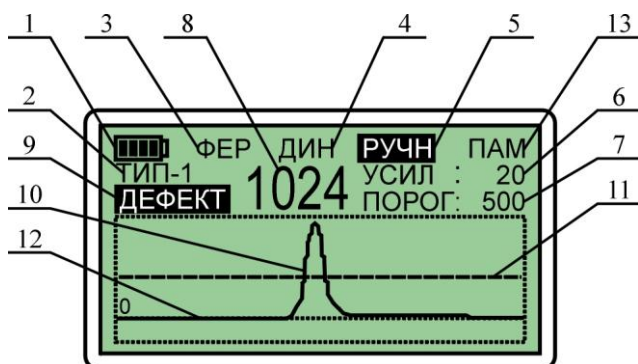

Рис. 5.1 Органы индикации дисплея
Расположение индикаторов на экране дисплея показано на рис. 5.1.
Примечание. Активный индикатор отображается светлыми буквами на темном фоне (рис. 5.1, поз. 5).
Проверка уровня заряда аккумуляторов осуществляется по индикатору заряда (рис. 5.1, поз. 1). В случае разряда аккумуляторов индикатор начинает мигать. При этом аккумуляторы необходимо зарядить, используя зарядное устройство из комплекта поставки дефектоскопа или аналогичное.
6.2.1 Кнопками "↑", "↓" установить курсор на индикатор режима работы дефектоскопа (рис. 5.1, поз. 4).
6.3.1 Кнопками "↑", "↓" установить курсор на индикатор режима настройки дефектоскопа (рис. 5.1, поз. 5).
6.6.3 По окончании компенсации надпись "КОМПЕНСАЦИЯ" должна исчезнуть, а сигнал (рис. 5.1, поз. 10) на дисплее дефектоскопа должен располагаться около линии нулевого уровня (рис. 5.1, поз. 12).